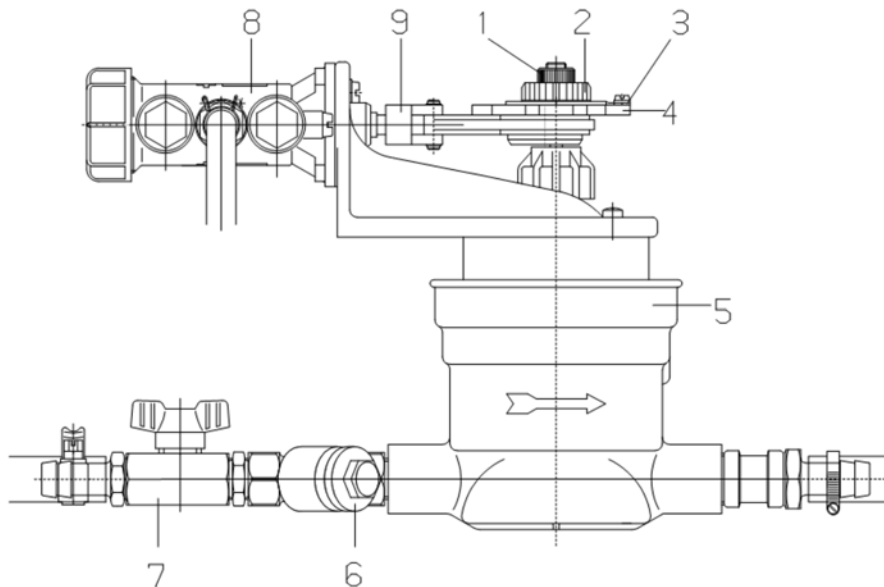

Abb. 6: Einstellung der Konzentration
2. Die Rändelmutter (☞ Kapitel 6 „Einstellung und Inbetriebnahme“ auf Seite 29, Abb. 6, Pos. 1) vom Exzenter ca. 5 mm lösen.
3. Die Skalenscheibe (Abb. 6, Pos. 2) aus der Verzahnung des Exzenters ziehen und festhalten.
4. Das Exzenterrad (Abb. 6, Pos. 4) auf den gewünschten Konzentrationswert der Skalenscheibe drehen.
5. Die Arretierungsschraube (Abb. 6, Pos. 3) lösen und den Pfeil der roten Markierung auf den eingestellten Skalenwert nachführen.